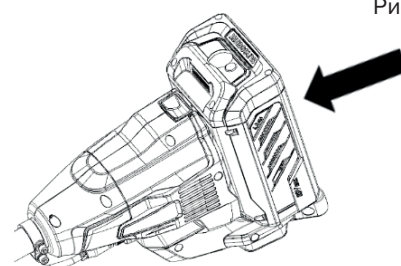

Рис. 3
1. Вставьте адаптер в инструмент (рис. 3). Адаптер продается отдельно.